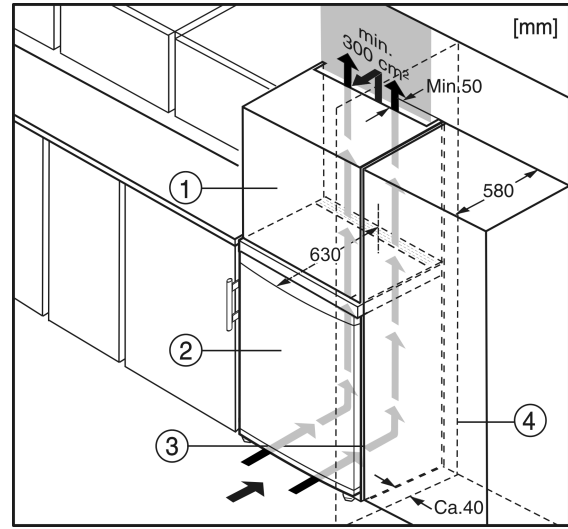

Fig. 6
- (1) Takma dolabı
- (2) Cihaz
- (3) Mutfak dolabı
- (4) Duvar
Cihaz, mutfak tertibatıyla modifiye edilebilir. Cihazı Fig. 6 (2) mutfak tezgahına göre denkleme için, cihazın üzerine uygun bir takma dolabı Fig. 6 (1) monte edilebilir.*
Mutfak dolaplarıyla (derinliği maks. 580 mm) değiştirildiğinde cihaz, mutfak dolabının Fig. 6 (3) yanına kurulabilir. Cihazın kapısı yandan 34 mm, cihazın ortasında da 50 mm mutfak dolabı ön kapısının karşısında durur. Bu sayede kolayca açılır ve kapanır.*
Cihaz menteşelerle bir duvarın Fig. 6 (4) yanına kurulduğunda, cihazla duvarın arasındaki mesafenin en az 40 mm olması gerekir. Bu mesafe, kapı açık olduğunda kolunun taşma mesafesine eşittir.*